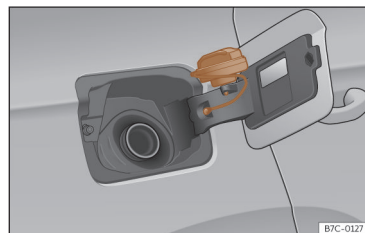

Fig. 176 Trappe à carburant avec bouchon ouvert.
• Placez le bouchon dans le logement se trouvant sur la charnière de la trappe à carburant ouverte >>> **fig. 176.**